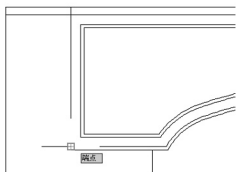

图 5.56 指定直线的起点
(1) 单击【绘图】工具栏上的【直线】图标或在命令行输入“L”后按 Enter 键, 启动【直线】命令。
① 在_line 指定第一点: 提示下, 捕捉图 5.56 所示处。